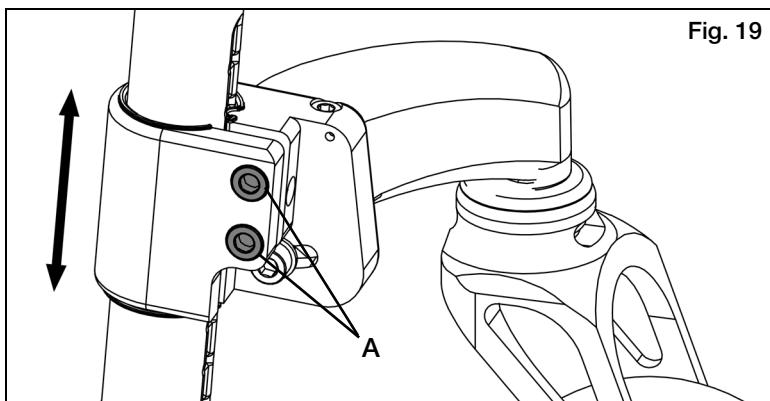

Fig. 19
- a. Afloje los dos pernos superiores M6 (Fig. 19:A).
- d. Una vez lograda la altura deseada, vuelva a ajustar los pernos M6 (Fig. 19:A).